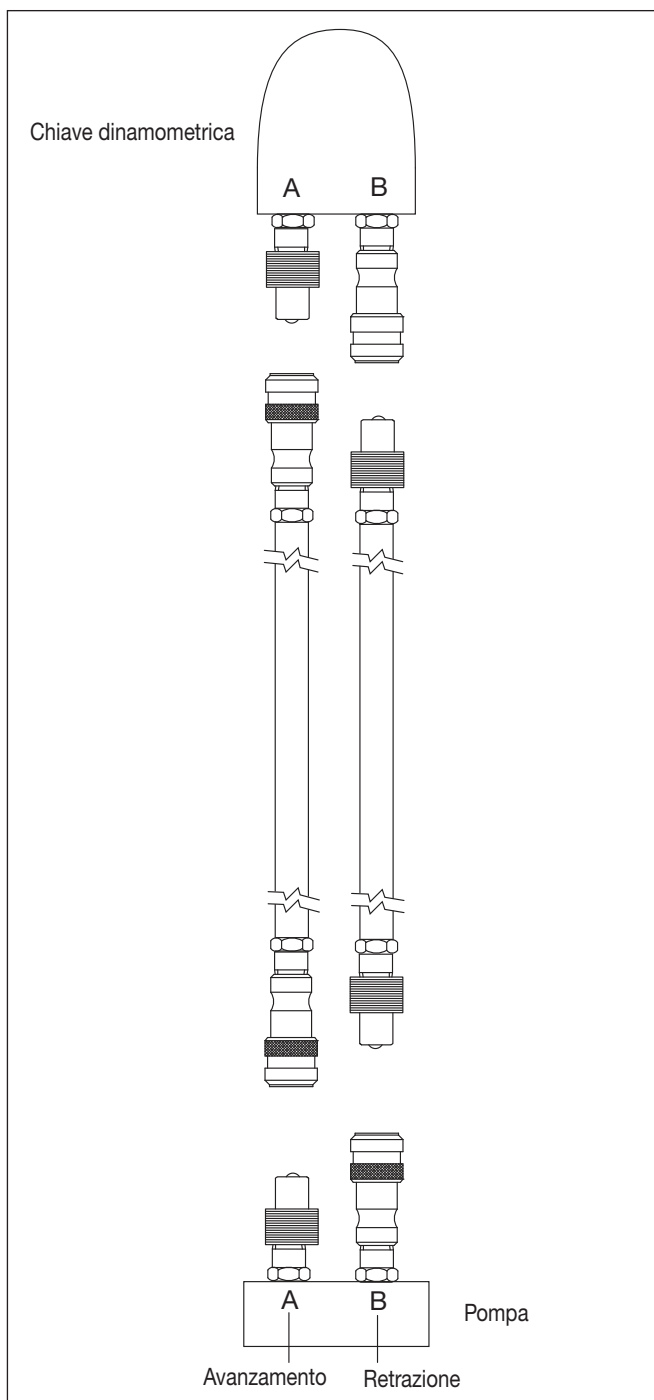

Figura 4: Collegamenti alla chiave dinamometrica
2. Collegare i tubi flessibili alla chiave dinamometrica come illustrato nella Figura 4. Serrare a mano gli anelli di bloccaggio del raccordo. Quando si utilizza la combinazione pompa Enerpac e chiave dinamometrica, i tubi flessibili e i raccordi sono progettati in modo che la porta di avanzamento della pompa possa essere collegata solo alla porta di avanzamento della chiave e la porta di retrazione della pompa possa essere collegata solo alla porta di retrazione della chiave.